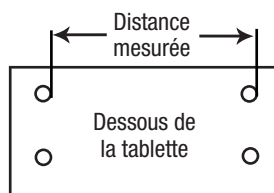

Figure 1
ÉTAPE 1: Choisissez l'emplacement désiré pour l'installation de la tablette. Mesurez la distance entre les trous situés sous la tablette pour connaître la distance qui doit séparer les supports, tel qu'illustré à la **Figure 1**.